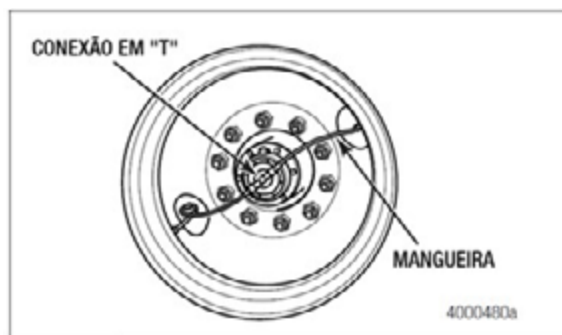

Figura 4.7
7. Verifique as extremidades dos eixos para confirmar que as mangueiras do sistema de inflação dos pneus não estejam tocando nas rodas. Figura 4.7.
- **Se uma mangueira tocar em uma roda:** Use um torquímetro ajustado para 6,2 Nm (55 lb-pé) para girar ligeiramente a conexão em "T" e reposicionar a mangueira para longe da roda. ①